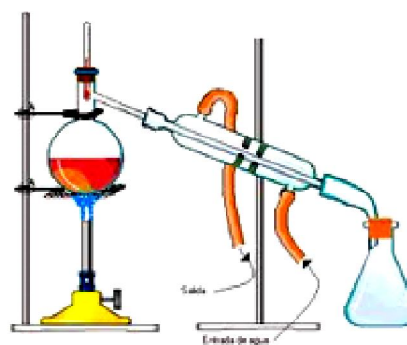

Ilustración 5. Destilación
- Destilación. Los dos líquidos se mezclan muy bien, es decir son solubles o miscibles. Ejemplo: alcohol (punto de ebullición  $79^{\circ}\text{C}$ ) y agua (punto de ebullición  $100^{\circ}\text{C}$ ). Ver ilustración 5.